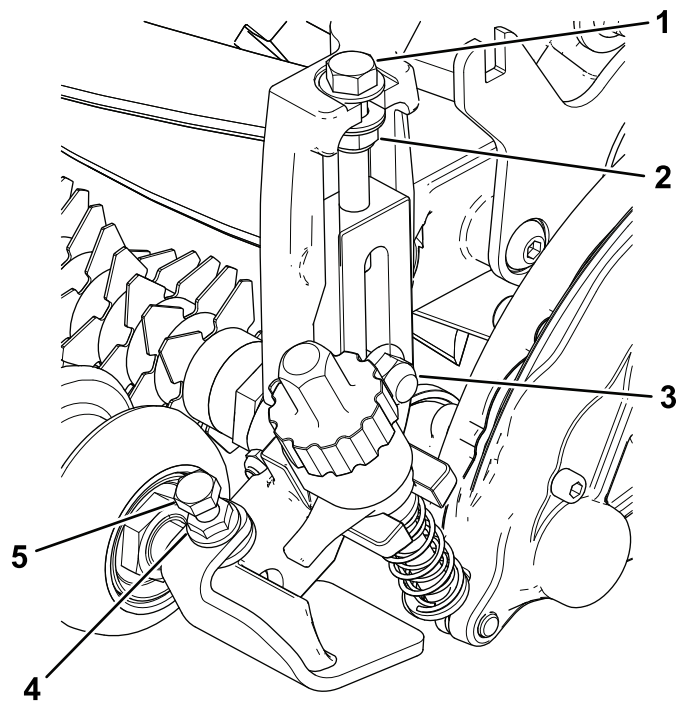

图 13
5. 拧紧将剪草高度支架组件固定到侧板上的托架螺栓和锁紧螺母图 13。
6. 拧紧剪草高度调节螺栓上的锁紧螺母然后将锁紧螺母往回松开 1/2 圈图 13。
7. 将前滚筒放在剪草高度支架组件的中心用平头螺丝和凸缘螺母将其固定到位图 13。